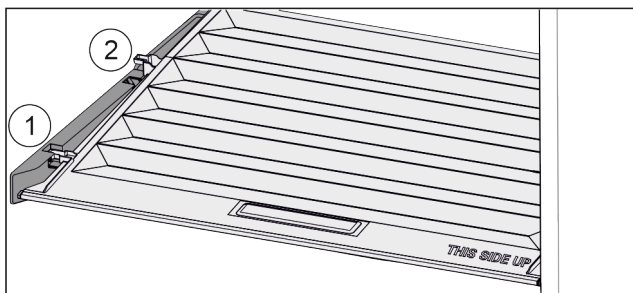

Fig. 73
- ▶ Pokrywę pociągnąć do przodu Fig. 73 (1), aż otworzy się w elementach trzymających.
- ▶ Podnieść tył od dołu i w wyjątk Fig. 73 (2) go do góry.